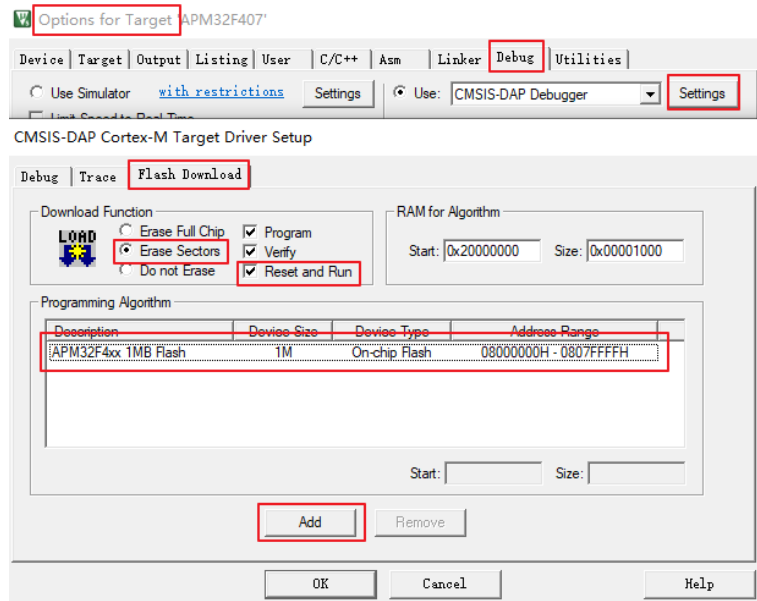

图 9
- d) 如图 9 选择 Flash Download 选项卡，选择 Erase Sectors，如果选择 Full Sectors 擦除过程会好慢。同时勾选 Reset and Run，这样程序在下载完成之后就可以自动运行，不需要手动复位。最后在“Programming Algorithm”界面根据实际型号来选择，最后点击“OK”。